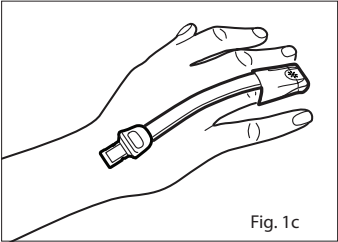

Fig. 1c
4. Reportez-vous à la Fig. 1c. Repliez le capteur sur le doigt, la fenêtre de l'émetteur (✱) positionnée sur l'ongle. Attachez les ailes, une par une, autour du doigt.